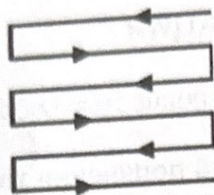

Рис. 9
•Косите рядами, слегка перекрывающимися друг друга. Наиболее эффективным способом стрижки газонов являются прямые линии вдоль одной из сторон. Это позволит сохранить ряды ровными и гарантирует, что весь газон будет подстрижен без пропусков (рис. 9).